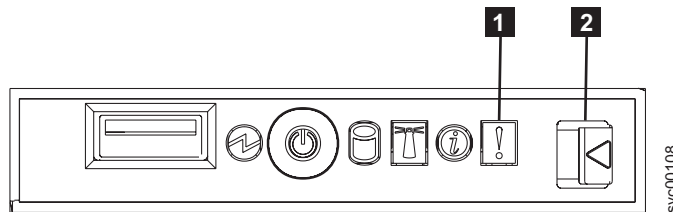

図 42. SAN ボリューム・コントローラー 2145-8F2 のオペレーター・パネル表示装置
1. **SAN ボリューム・コントローラー 2145-8F2 のオペレーター・パネルでエラー LED が点灯、または明滅していますか?** 図 42 を参照してください。